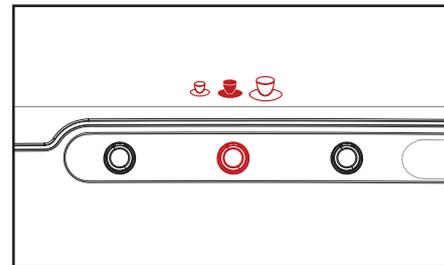

Fig. 4.5 – Pré-seleção do volume
2. Pressione o botão de pré-seleção VOLUME para ativar esta pré-seleção. Um ícone da xícara (pequeno – médio – grande) é exibido (fig. 4.5).